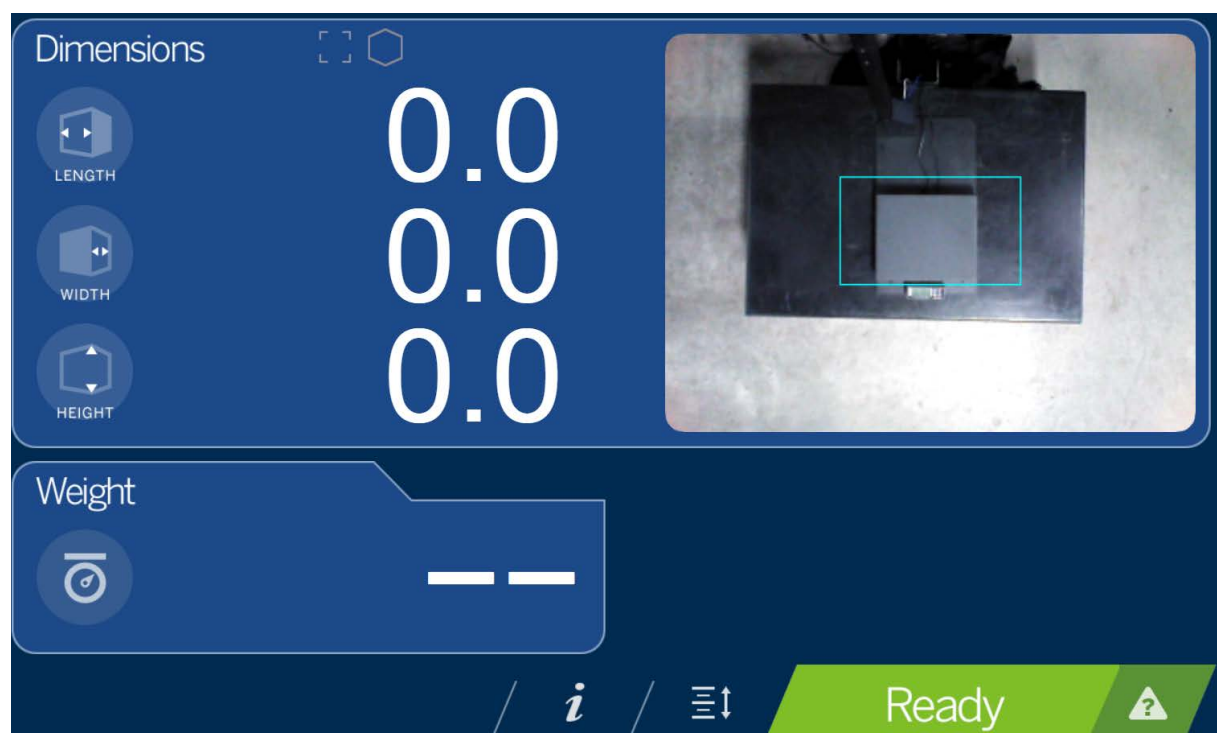

Figura 3-1. Pantalla táctil
1. En la pantalla (Figura 3-1 en la página 11), seleccione el botón **Device Information** (Información del dispositivo)  (Figura 4.1 en la página 16) en la parte inferior de la pantalla.
5. Tras calibrar la altura cero correctamente, seleccione  (Figura 3-1 en la página 11).
La zona de pesaje ofrece a la pantalla USB una vista en tiempo real de la zona de escaneo desde la unidad de escaneo. El recuadro azul en la Figura 3-1 es la **Scan Zone** (Zona de escaneo) que indica la zona donde iDimension Plus hará el dimensionamiento (Apartado 7.1 en la página 32).
5. Tras calibrar la altura cero correctamente, seleccione . La pantalla vuelve a la **Pantalla táctil** (Figura 3-1 en la página 11).
1. Seleccione la tecla de función **Información del dispositivo**  en la parte inferior de la pantalla (Figura 3-1 en la página 11).